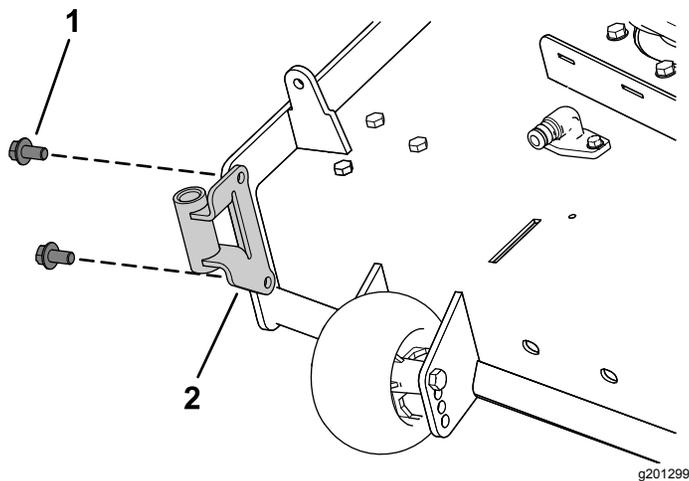

Figure 8
- Fixez le support de ventilateur sur la tondeuse à l'aide de 2 vis à embase à tête hexagonale (3/8" x 3/4"), comme montré à la Figure 8.